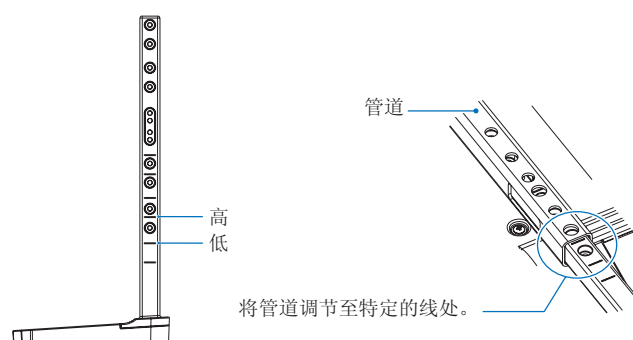

图 1
1. 支架杆上的线是高度调节指示器（图1）。请将管道调节至特定的线处。